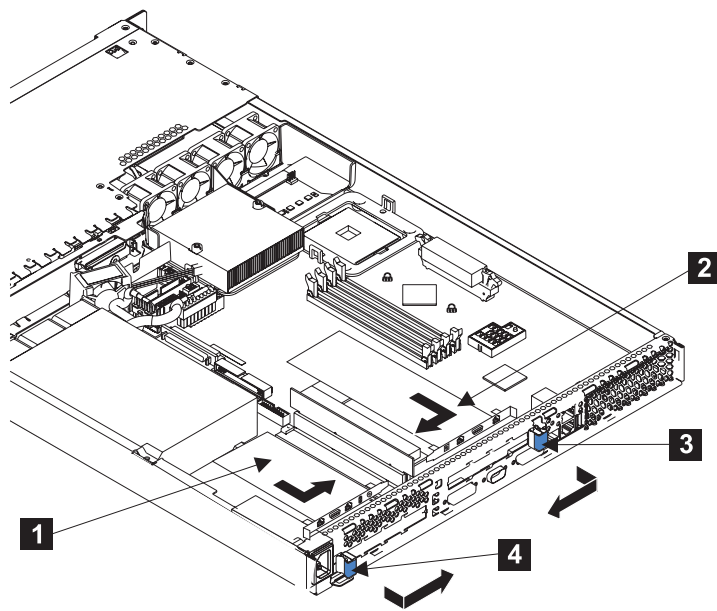

図 162. アダプターをインストールした SAN ポリューム・コントローラー 2145-4F2
3. 拡張スロット・クリップ (513 ページの図 162 の **3** または **4**) をアダプターの方向に回転し、所定の位置に押し込みます。